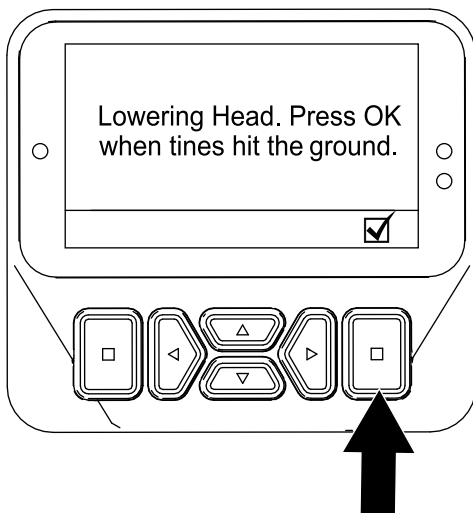

Bild 64
6. Wenn ein Tines den Boden berührt, drücken Sie die Auswahl Taste auf dem Bildschirm „Aerifizierkopf absenken“ (Bild 64).